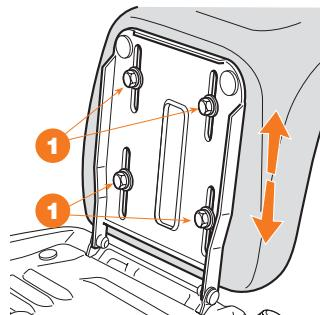

Рис. 12
- Чтобы изменить положение сиденья, необходимо ослабить четыре крепежных винта ① и переместить сиденье вдоль опорных направляющих (Рис. 12).
- После того, как будет найдено нужное положение, затяните до конца четыре винта ①.